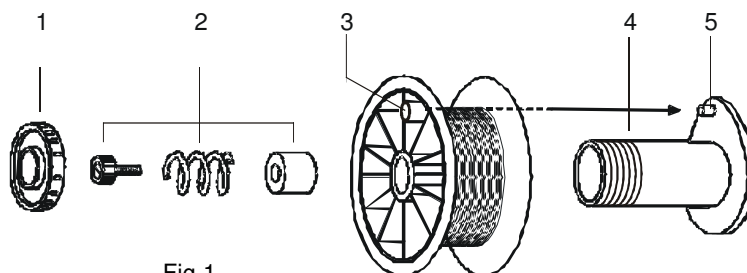

Fig.1
- Para aplicar a bobina sobre o desenrolador, desapertar a porca de sujeição (1-fig.1) e colocar a bobina de fio verificando se o orifício da bobina (3-fig.1) se aloja no pino (5-fig.1) do desenrolador (4-fig.1) para que o sistema de travagem (2-fig.1) se mantenha operativo. Depois de colocada a bobina apertar a porca de sujeição (1-fig.1).
- Seguidamente, deve regular-se o sistema de travagem da bobina ajustando o parafuso de regulação de travagem (2-fig.1) até se verificar que a bobina pára sem deslizamentos ao mesmo tempo que o motor-reductor.